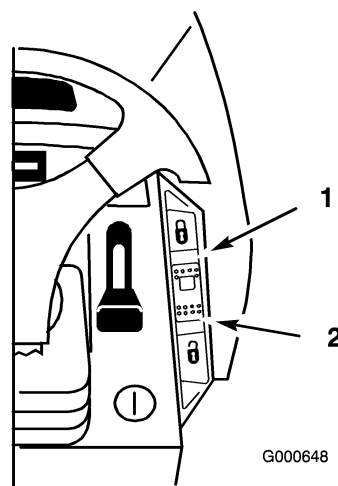

Figura 28
L'innesto è controllato da un interruttore a tre posizioni, sul cruscotto (Figura 28), con le funzioni: Bloccato-impostato (a molla), Inserito e Sbloccato-escluso. Il controllo elettronico della trazione mantiene la trazione impostata, senza dovere premere il pedale, ed è previsto per funzionamento per la sola marcia avanti; non dovete utilizzarlo in retromarcia.
1. Per guidare il trattore: vedere Guida in marcia avanti o retromarcia, Funzionamento, pagina 20. Tenete fermo il piede sul comando della trazione, e spingete il comando del controllo elettronico della trazione (Figura 28) in posizione bloccato-impostato.
1. Tenete fermo il piede sul comando della trazione, e spostate il comando del controllo elettronico della trazione (Figura 28) in posizione sbloccato-off.